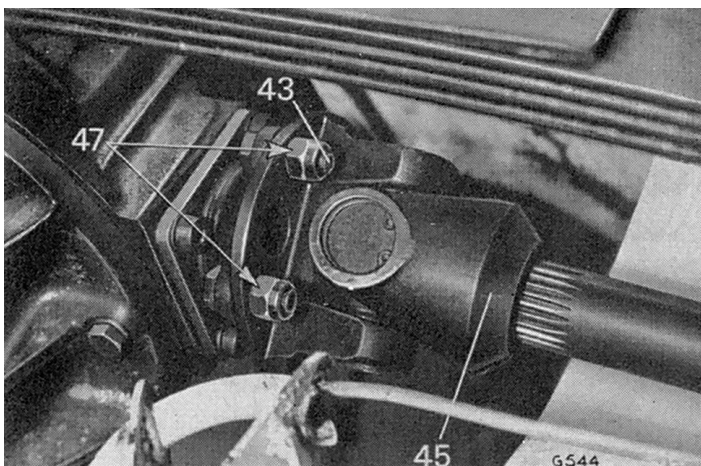
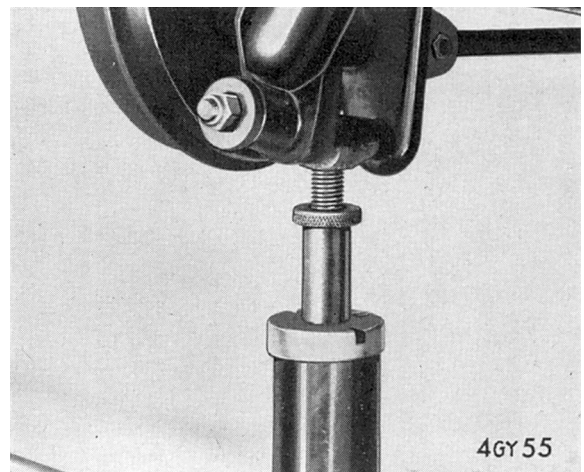
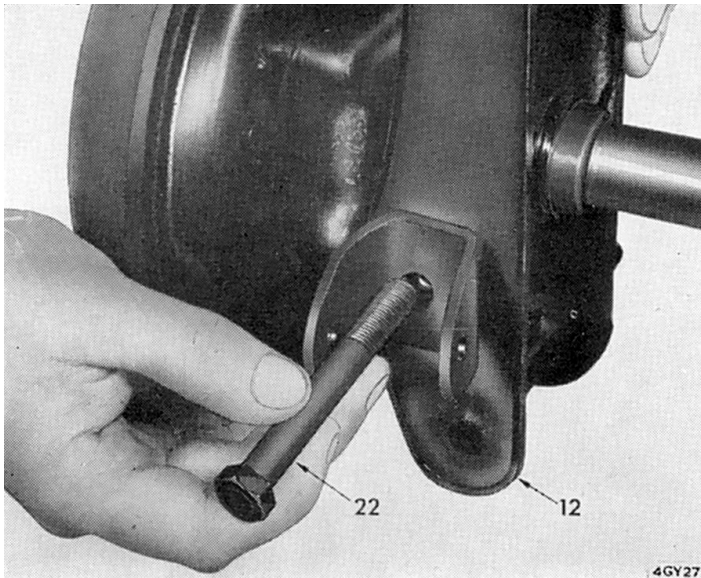
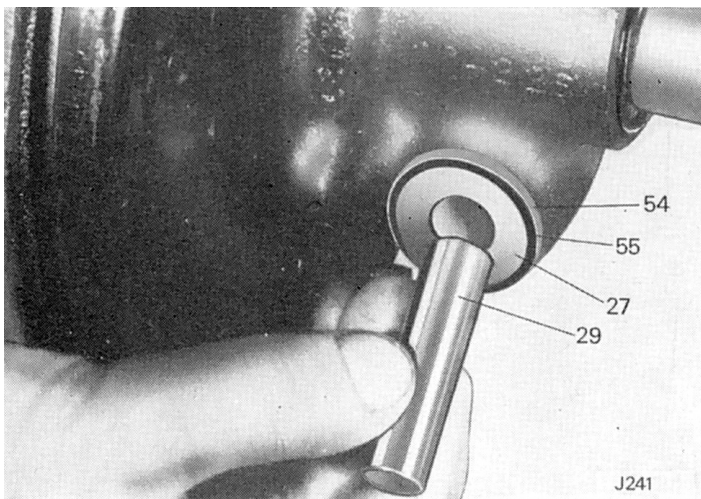

Fig. 43. Accouplement d'arbre de roue
Fig. 44. Utilisation d'un cric sous le support vertical
Fig. 52. Dépose du boulon pivot du tourillon
Fig. 53. Dépose du coussinet d'acier des bagues en nylon du tourillon
3. Mettre sur cric le support vertical (10), comme indiqué Fig. 44, pour soulager l'amortisseur. Retirer les écrous (47), les boulons (43) (Fig. 43) et désaccoupler l'arbre de roue.
- l'accouplement d'arbre de roue (Fig. 43);
3. Enlever l'amortisseur (9), abaisser et enlever le cric.
4. En soutenant l'ensemble de frein, enlever le boulon (46) de l'extrémité du ressort de suspension et placer l'ensemble frein/arbre de roue sur un établi dégagé.
5. Enlever le boulon (31) Fig. 52, et retirer le pivot de fusée (10) du tourillon (26). Enlever le coussinet d'acier (29) (Fig. 53).